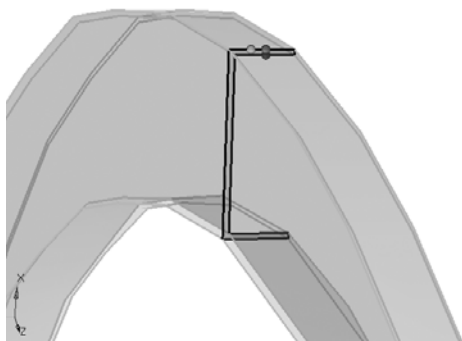

图 7-7 创建 U 形框截面
- （9）重复（2）～（8）步，选择 U 形截面框，创建 U 形框截面，并重命名为 `section_U`，如图 7-7 所示。